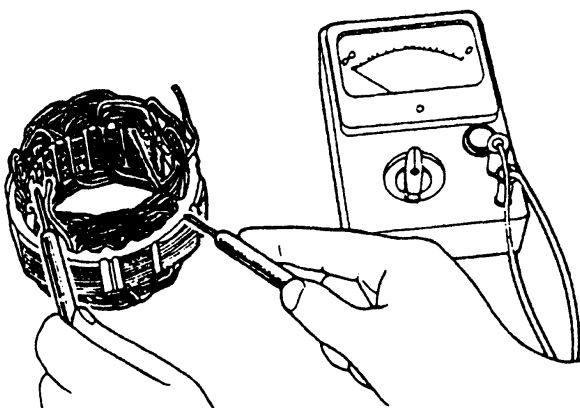

图 9-43
②检查线圈与铁心间的导通状况，如导通，应更换定子（见图 9-43）。